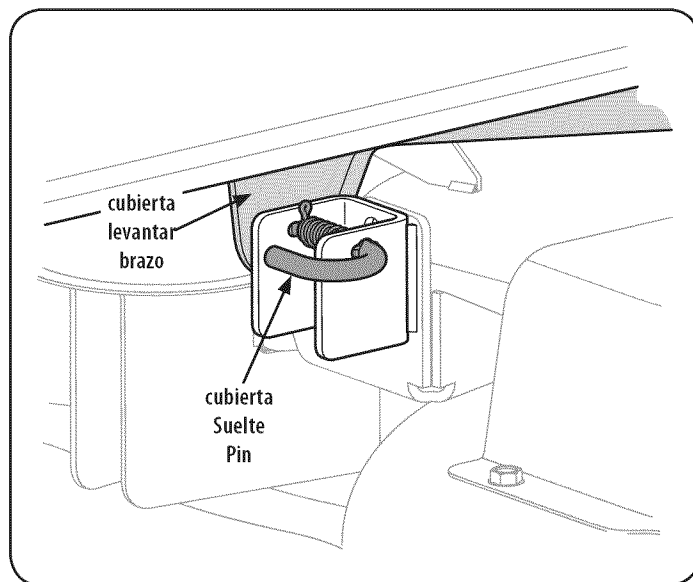

Figura 35
7. Busque la LH y RH clavijas de liberación de la cubierta en cada lado de la cubierta. Tire de los pasadores de liberación hacia fuera y libere la cubierta de la LH y RH brazos de elevación de la plataforma. Ver Figura 35.
4. Tire de los pasadores de liberación de la cubierta hacia el exterior y la maniobra de la cubierta según sea necesario para alinear los orificios de los brazos de elevación de la cubierta con los bolos. Consulte la Figura 35 .